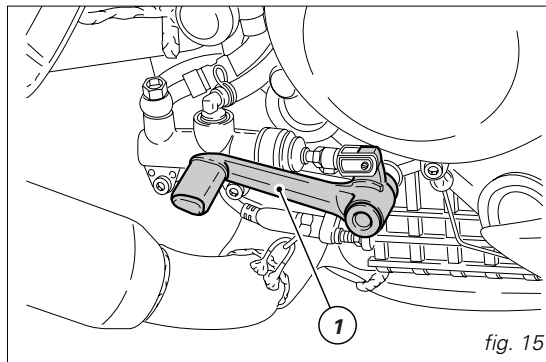

fig. 15
**Pedal mando freno trasero** (fig. 15)